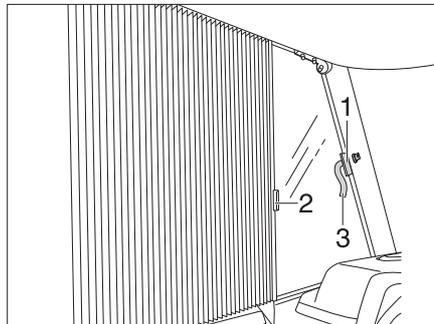

Bild 13 Sichern faltverdunklung Fahrer-/Beifahrerfenster
- Die faltverdunklungen für das Fahrerfenster und das Beifahrerfenster mit den Griffen (Bild 13,2) unter die Abdeckungen schieben und mit den Klettverschluss-Schlaufen sichern (Bild 13,1 und Bild 13,3). Die faltverdunklung ist gesichert.